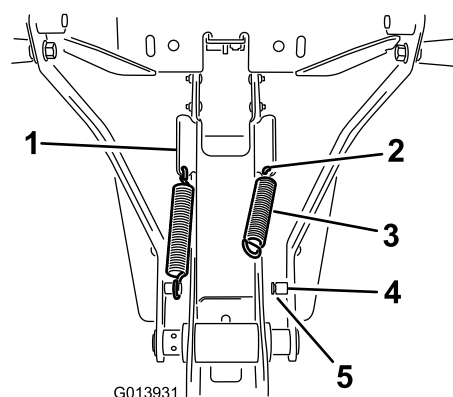

Figure 10
- Accrochez le ressort dans le trou inférieur de la patte inclinée sur le côté du cadre (Figure 10).
- Accrochez un côté du ressort dans le trou et l'autre côté sur l'ergot (Figure 10).
3. Veillez à engager correctement l'extrémité du ressort dans la rainure de l'ergot (Figure 10).